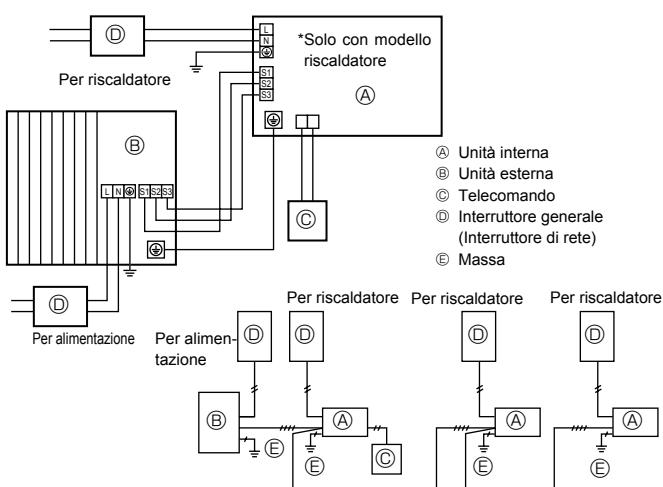

Fig. 6-1
### 6.1. Unità esterna (Fig. 6-1, Fig. 6-2)
- Posizionare i cavi secondo la Fig. 6-1 e la Fig. 6-2.